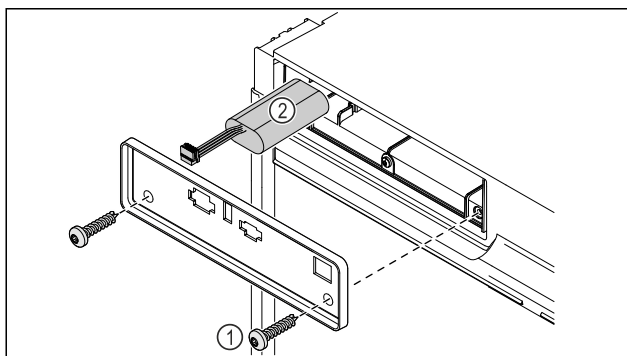

Fig. 200
- Schrauben herausdrehen und Abdeckung auf der Rückseite des Gerätes entfernen Fig. 200 (1).
- Batterie abstecken und herausnehmen Fig. 200 (2).